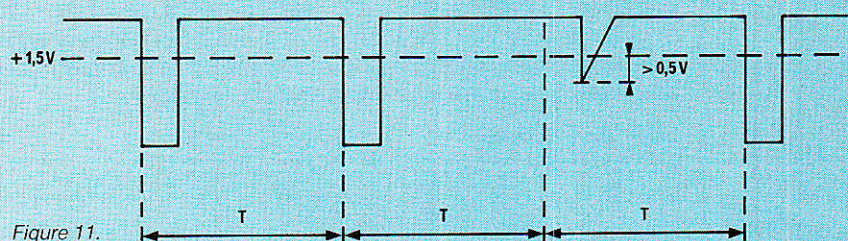

Figure 11.
- Pic négatif de mêmes caractéristiques mais intervenant durant le **second** intervalle T (**figure 11**) : mot non rejeté.